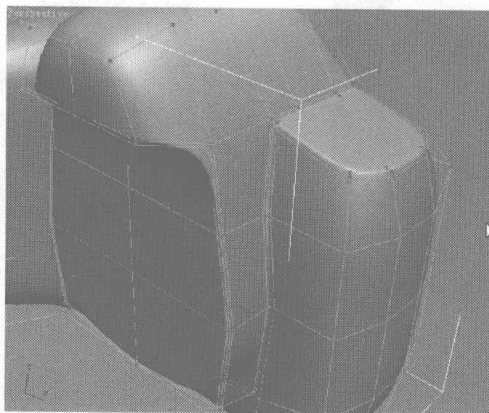

图 6.41
- 01** 首先调整照相机上的各个节点，再添加一些细分线，效果如图 6.41 所示。